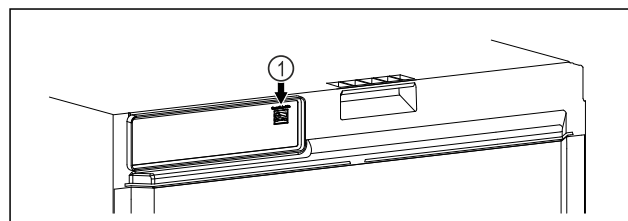

Fig. 91
- SmartModule Fig. 91 (1) ist eingesetzt.